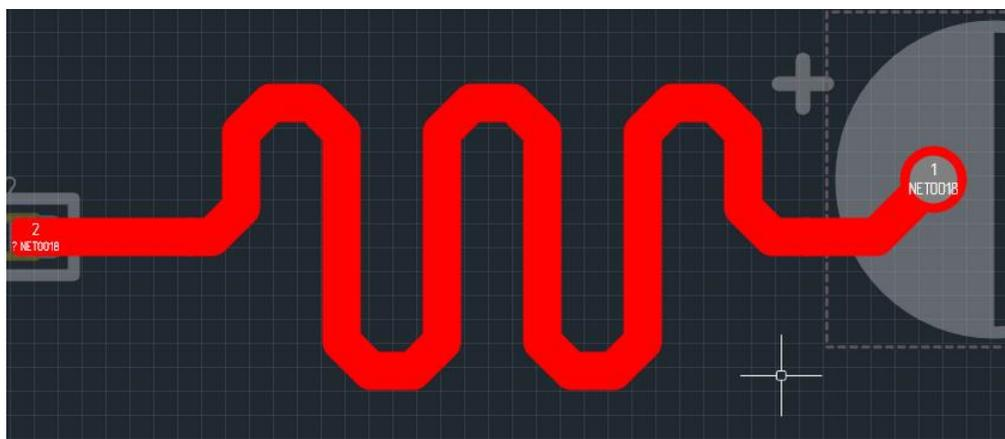

Рис. 297 Размещенный меандр
4. Зафиксируйте меандр, см. Рис. 297.